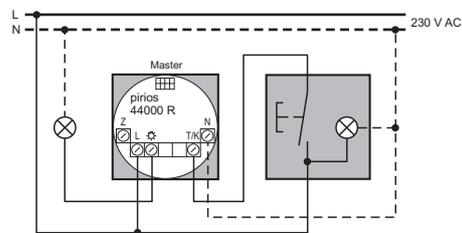

fig. 1 Funzione pulsante On/Eco-Off
- funzione On/Eco-Off: collegamento su T/K, agisce sul Master (schema fig. 1); l'impostazione **IMPULSI** causa un reinnesco